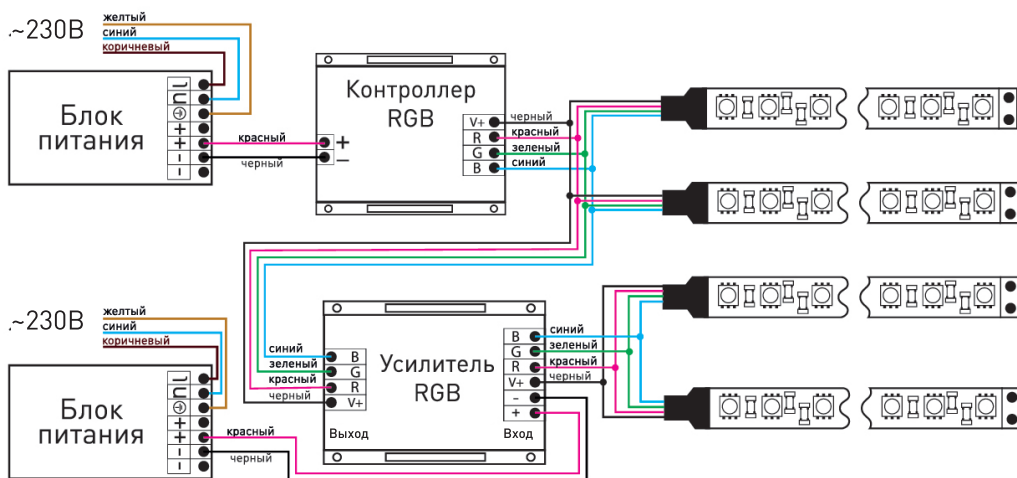

Рисунок 1 – Схема подключения
**5.3** С помощью отвертки подключите зачищенные жилы проводов согласно схеме подключения (рисунок 1).
Усилитель не работает	<ul style="list-style-type: none"> <li>- проверьте правильность подключения светодиодной ленты;</li> <li>- убедитесь в работоспособности источника питания;</li> <li>- проверьте правильность подключения источника питания к контроллеру;</li> <li>- убедитесь в правильности выбора источника питания;</li> <li>- убедитесь в наличии напряжения питания;</li> <li>- убедитесь, что все провода подключены согласно схеме подключения (рисунок 1);</li> <li>- убедитесь в исправности подключенной RGB ленты.</li> </ul>